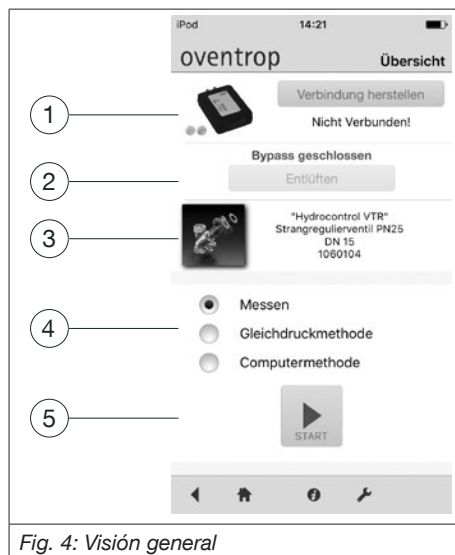

Fig. 4: Visión general
- 10. Una vez que el venteo se ha completado, seleccione el método de medición requerido (ver Fig. 4 en página 27).